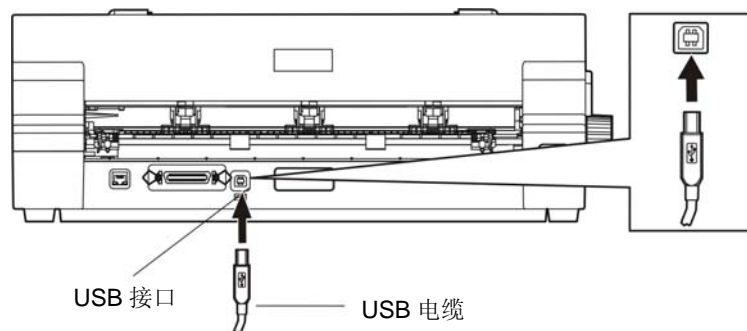

图 2-11 连接 USB 电缆
1. 将 USB 电缆的 A 端插头（方型）插进打印机的 USB 接口插座中（如图 2-11 所示）。